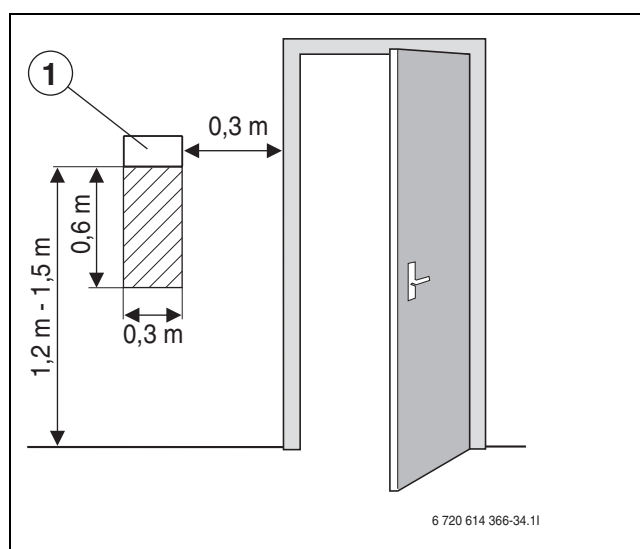

Fig. 21 Anbefalet monteringssted til rumføler T5.
- Uhindret cirkulation af rumluften under rumføler T5 (skitseret område på fig. 21 skal holdes frit).